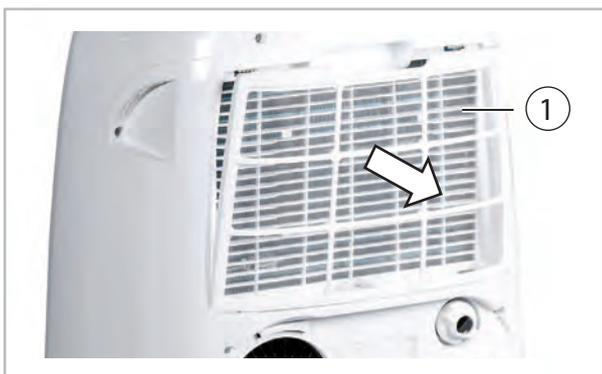

Fig. 13: Dépose du filtre
2. ➤ Enlevez le filtre de l'appareil (Voir la Fig. 13).